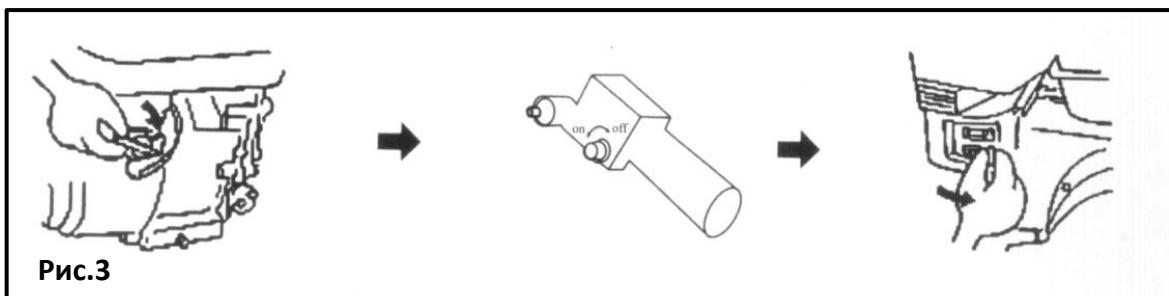

Рис.3
- в случае, если вы запускаете холодный двигатель необходимо использовать воздушную заслонку, переведя её рычажок до упора влево. При пуске тёплого двигателя использовать воздушную заслонку обычно не требуется, но если двигатель успел значительно остыть, то может потребоваться использование воздушной заслонки (рис.3);